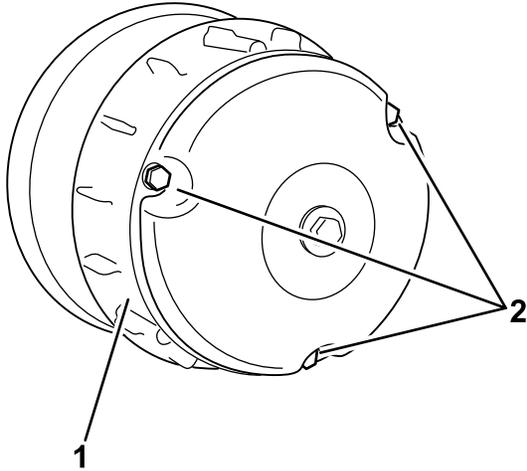

图 66
2. 拧掉将离合器盖固定到离合器的 3 个螺栓取下盖子 图 66。
4. 安装离合器盖使用在 2 中卸下的 3 个螺栓 图 66 固定。